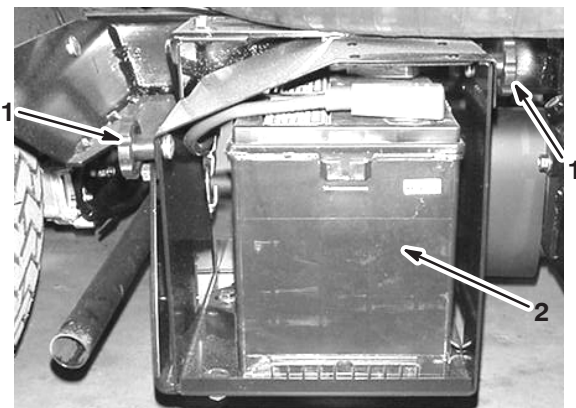

Bild 58
2. Lockern Sie die Handräder an beiden Seite des Batterie-kastens und nehmen Sie die Batterieabdeckung ab (Bild 58).
3. Nehmen Sie die Batteriehalterung und die -befestigungen ab (Bild 58).
3. Setzen Sie die Batteriehalterung ein und befestigen Sie sie mit den vorher abgenommenen Befestigungen (Bild 58).
4. Montieren Sie die Batterieabdeckung und befestigen Sie sie mit den zwei Handrädern (Bild 58).
1. Lockern Sie die Handräder an beiden Seite des Batteriekastens und nehmen Sie die Batterieabdeckung ab (Bild 58).